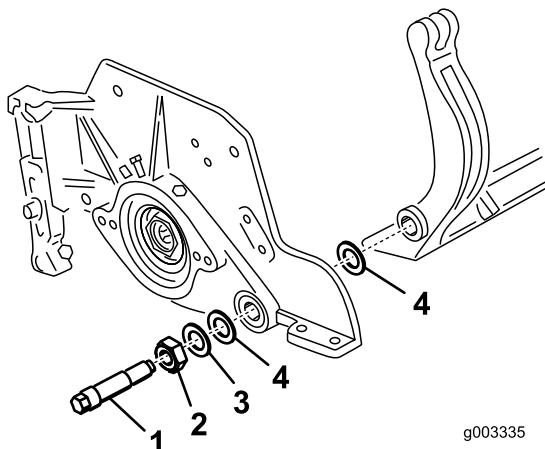

Bild 25
Bewahren Sie die beiden Nylonscheiben und die Stahlscheibe von den beiden Enden des Untermesserträgers auf (Bild 25).
3. Legen Sie eine Nylonscheibe auf jede Seite des Seitenplattenansatzes. Legen Sie eine Stahlscheibe außen auf jede Nylonscheibe (Bild 25).